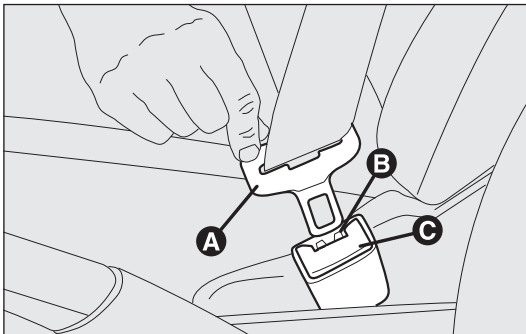

fig. 129
### USING THE SEAT BELTS fig. 129
**Never press button C-fig. 129 when travelling.**